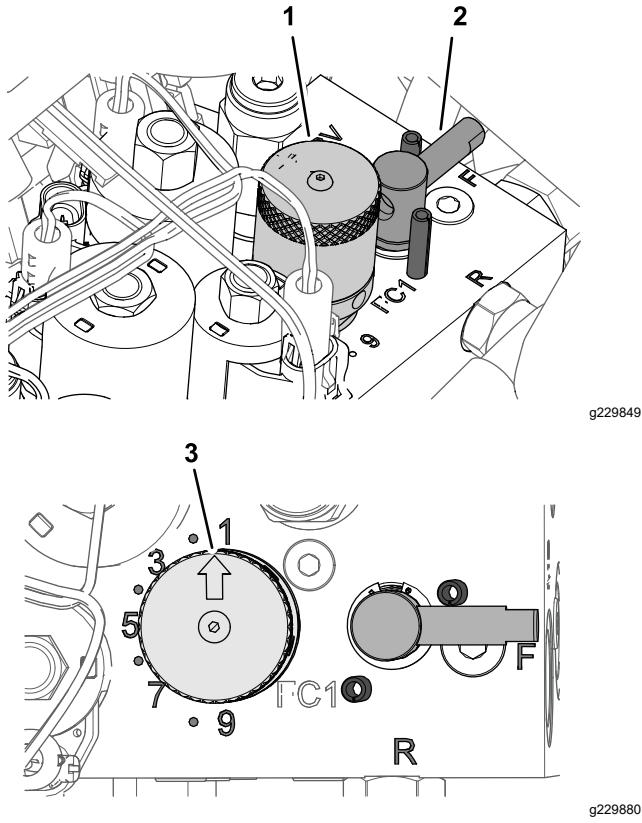

Figure 64
5. Pour régler la vitesse des cylindres, tournez le bouton de commande de vitesse (Figure 64) jusqu'à ce que la flèche soit en face de la valeur déterminée à l'opération 3.